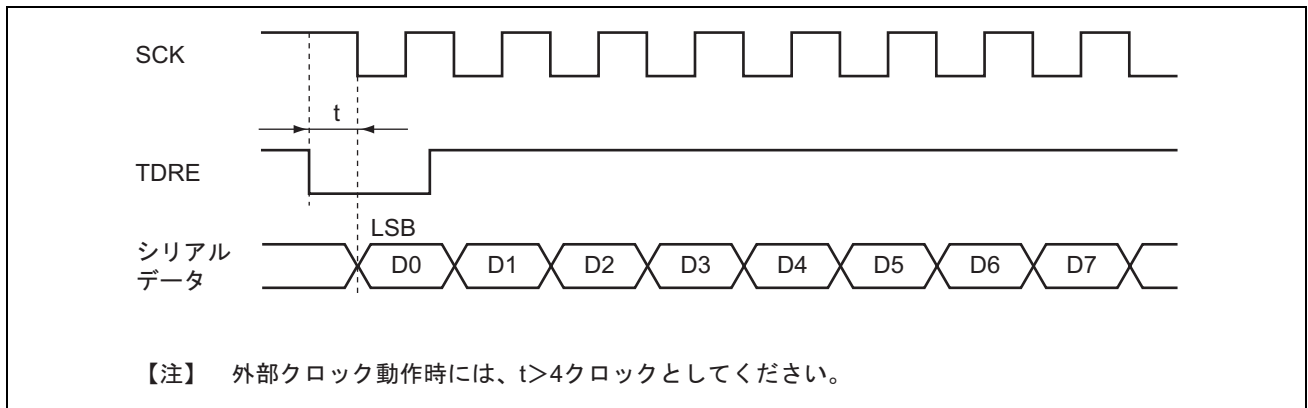

図 14.33 DTC によるクロック同期式送信時の例
1. 同期クロックに外部クロックソースを使用する場合、DMACまたはDTCによるTDRの更新後、Pφクロックで5クロック以上経過した後に送信クロックを入力してください。TDRの更新後4クロック以内に送信クロックを入力すると誤動作することがあります（図14.33参照）。